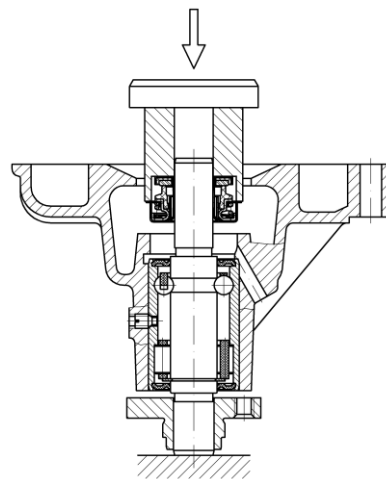
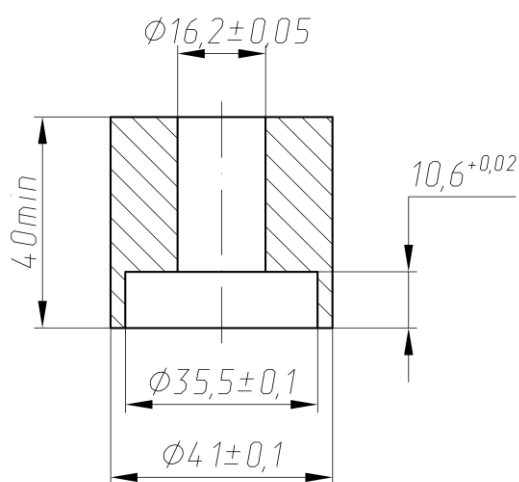

Рисунок 66. Запрессовка уплотнения водяного насоса
Рисунок 67. Оправка для запрессовки уплотнения
- с помощью оправки запрессовать уплотнение на вал подшипника и в корпус насоса, не допуская перекоса (рис.66). Для запрессовки уплотнения использовать оправку (рис.67), с помощью которой обеспечивается необходимое сжатие пружины уплотнения;